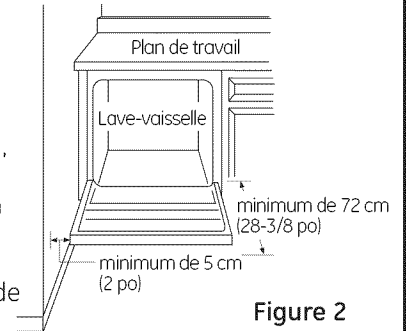

Figure 2
**DÉGAGEMENTS :** Lors de l'installation dans un coin, compter 5 cm min de dégagement entre le lave-vaisselle et le placard, les murs ou appareils adjacents. Compter 65 cm de dégagement minimum depuis le devant du lave-vaisselle pour l'ouverture de la porte. Figure 2